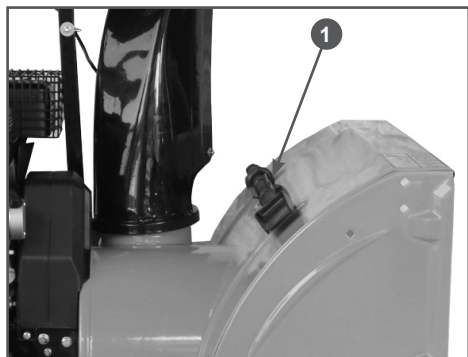

Рис. 23 Расположение лопатки для очистки
3. Для очистки всегда используйте специальную лопатку, а не руки. Лопатка 1 прикреплена к верхней части кожуха шнеков (Рис. 23).